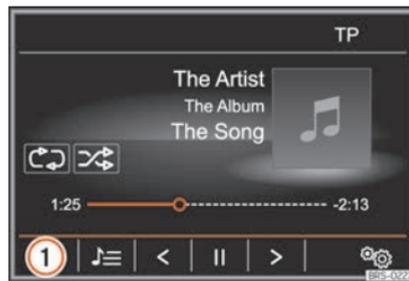

Fig. 211 Menu principal MEDIA
- **OU** : Dans le menu principal **MÉDIA**, appuyez sur la touche de fonction **» fig. 211 1** et sélectionnez la source multimédia désirée.